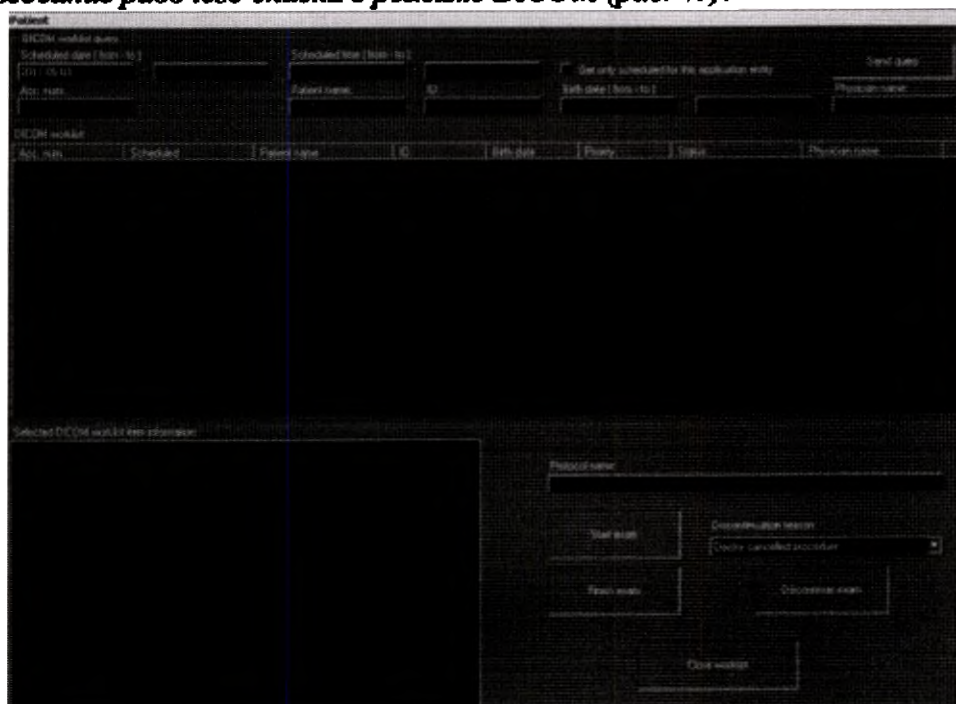

Рисунок 49. Рабочий список в режиме DICOM
14.5. Использование рабочего списка в режиме DICOM (рис. 49):